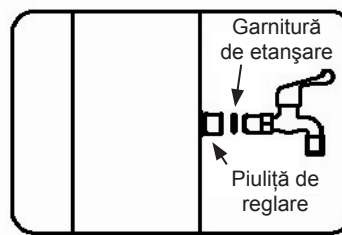

FIGURA 2
6. Dacă dușul dispune de o componentă pentru picioare, fixați dușul pentru picioare de racordul dușului cu piulița de reglare. (FIGURA 2)